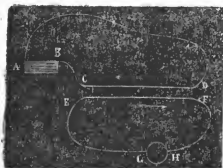

Fig. 10.
**INDUZIONE.** — Ogni qualvolta due conduttori si trovano vicini e paralleli fra loro, se uno di essi è percorso dalla corrente, noi vediamo che ancora nell'altro avvengono segni di elettricità con corrente diretta in senso contrario. Tale fenomeno prende il nome d'*Induzione* e costituisce un fatto che deve essere dal telegrafista profondamente studiato, perchè spiega uno dei tanti fenomeni che avvengono in telegrafia ai quali un impiegato non istruito in teorie, non sa dare spiegazioni. Abbiamo due circuiti che uno A B C D e l'altro E F G H (Fig. 10).